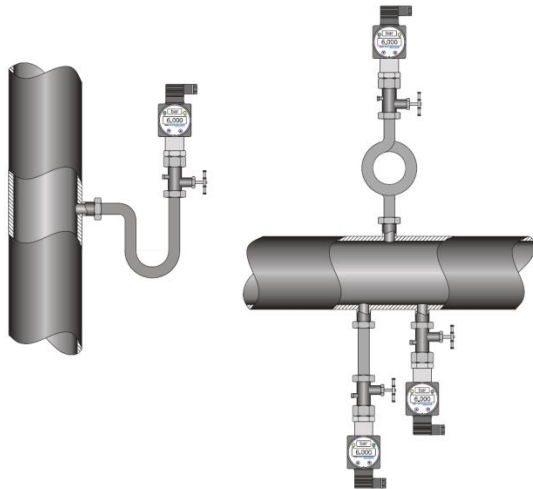

Рисунок 5. Монтаж датчика для измерения давления пара.
4.6. При измерении давления пара рекомендуется использовать импульсные трубки, предварительно заполненные водой (см. рис. 5).